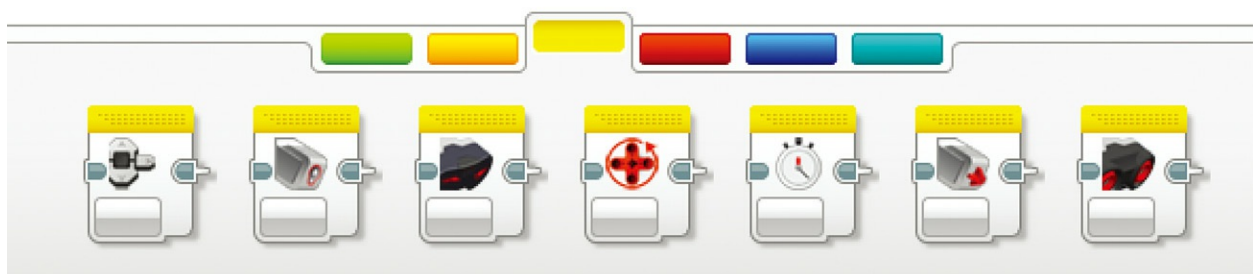

图9.16 你现在已经有了超声波传感器模块
3. 此时会出现警告，告诉你必须重新启动软件来使更改生效。按照指示操作，重启后你将会在调色板看到新模块，如同它一直存在一样（如图9.16所示）。